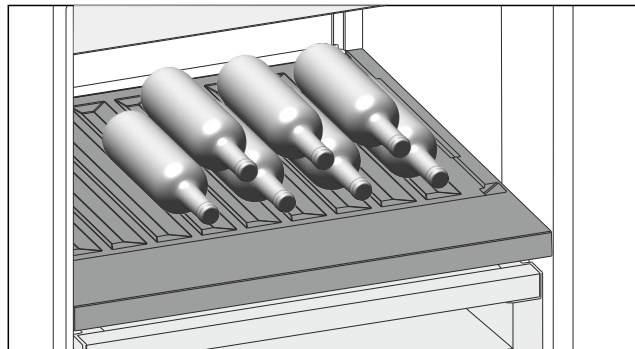

Fig. 131
- ▶ Бутылки укладывают дном к задней стенке. (см. Fig. 131)